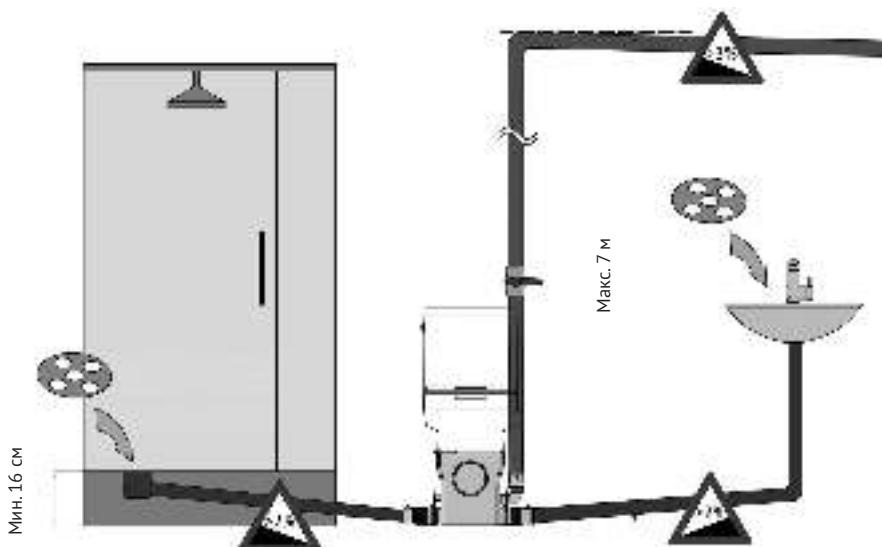

Рисунок 5 – подключение сантехнических приборов и напорного трубопровода к КНС
Диаметр канализационных труб, использующихся для отвода стоков от сантехнических приборов, должен быть не менее диаметра боковых входов (40 мм). Горизонтальные участки труб в сторону насосной станции должны иметь уклон не менее 2 %. При присоединении к станции душевой кабины, расстояние от сливного отверстия поддона кабины до поверхности, на которой установлена станция, должно быть не менее 16 см (см. рисунок 5).
Рекомендуется выполнять соединения на трубопроводе неразъемными, чтобы повысить надежность системы. Важно также предусмотреть шаровой запорный кран на напорном трубопроводе, чтобы упростить процесс обслуживания и демонтажа КНС (см. рисунок 5).
- горизонтальные участки должны иметь уклон не менее 2 %, т.е. на каждый метр по горизонтали трубы поднимается на 2 см по вертикали (см. рисунок 5);